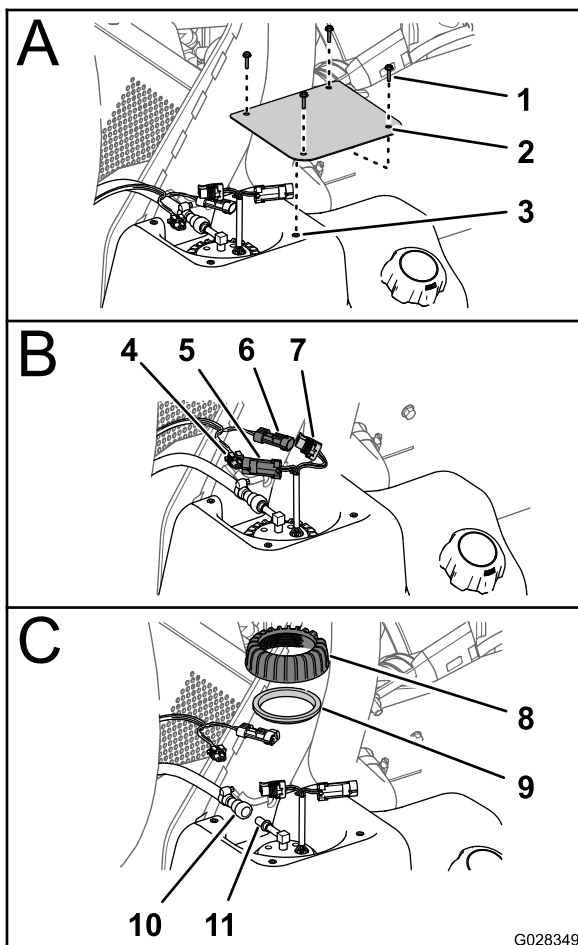

Figure 61
2. Sur le réservoir de carburant, retirez les 4 vis (n° 10 x 3/4 po) qui fixent le couvercle au sommet du réservoir et déposez le couvercle (Figure 61).
3. Débranchez le connecteur à 2 douilles du faisceau de la machine du connecteur à 2 broches de l'ensemble pompe à carburant/transmetteur; débranchez le connecteur à 2 broches du faisceau de la machine du connecteur à 2 broches de la pompe à carburant/transmetteur (Figure 61).
à carburant/transmetteur, et débranchez le raccord du flexible du raccord de la pompe (Figure 61).
5. Tournez l'écrou de la pompe à carburant/transmetteur dans le sens antihoraire et déposez l'écrou et le joint (Figure 61).